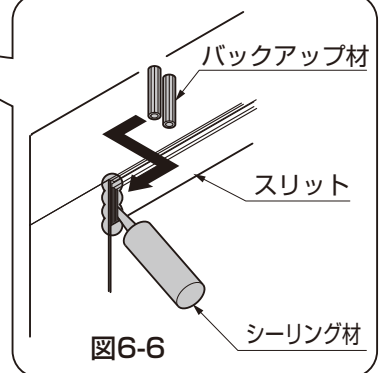

図6-6
- スリットを取付けた場合、入隅部分に側面カバーの色に併せたバックアップ材、コーキング(現場手配)処理を行ってください。水が回り込んだり、怪我等をするおそれがあります。(図6-6参照)